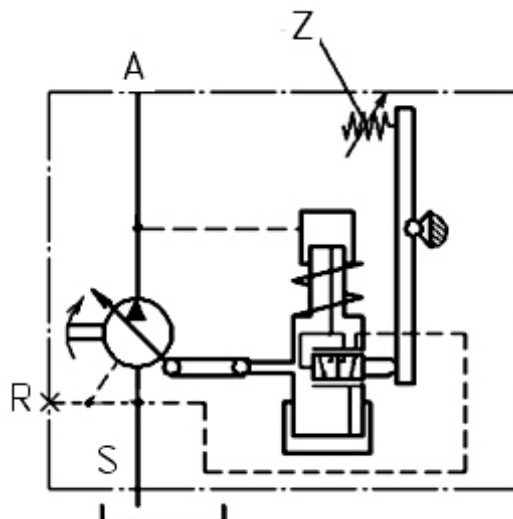

Рис. 9 – Гидравлическая схема насоса с регулятором постоянной мощности.
- потребляемая мощность $N_{п}$, при необходимости, может быть изменена регулировкой винта Z (см. рис. 9).